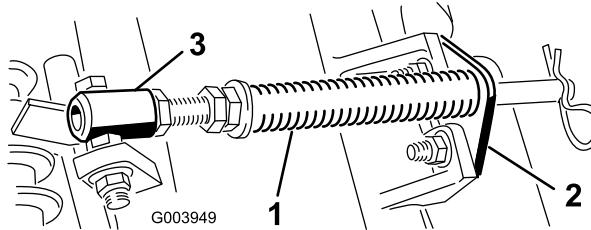

図5
- カッティングユニットのタブにロッドブラケットを固定しているキャリッジボルト2本を外す図5。
- スプリングチューブのボルトをキャリアフレームのタブに固定しているフランジナット図5を外し、アセンブリを取り外す。